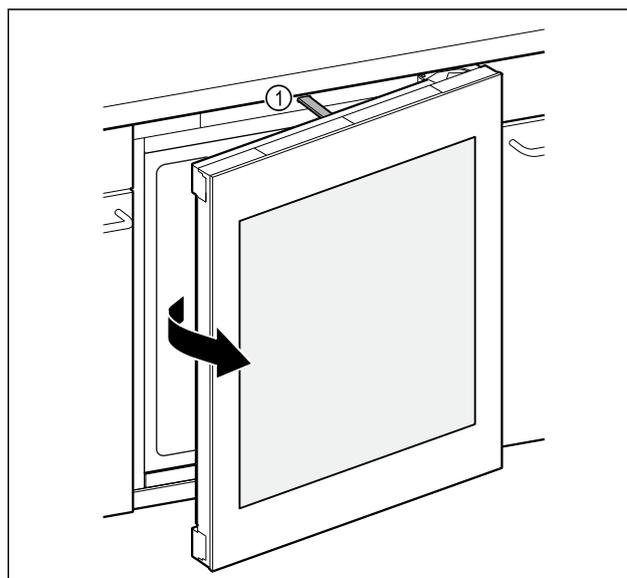

Fig. 84
- ▷ L'asta di spinta Fig. 84 (1) apre la porta di circa 7 cm.